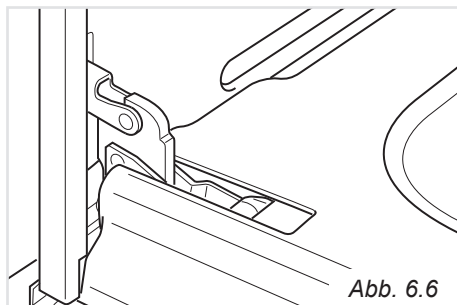

Abb. 6.6
- Die Tür ganz öffnen (abb. 6.6).